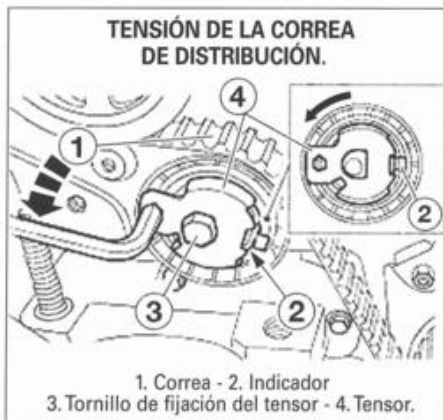

FIG. 17
- Con una llave Allen, girar la excéntrica del rodillo tensor, en sentido antihorario, para tensar la correa hasta que el índice se sitúe entre los bordes de la apertura (ver fig. 17).
- Comprobar que el índice del tensor se sitúa entre los bordes de la apertura (ver fig. 17). En caso contrario, retomar la operación de montaje y tensión.